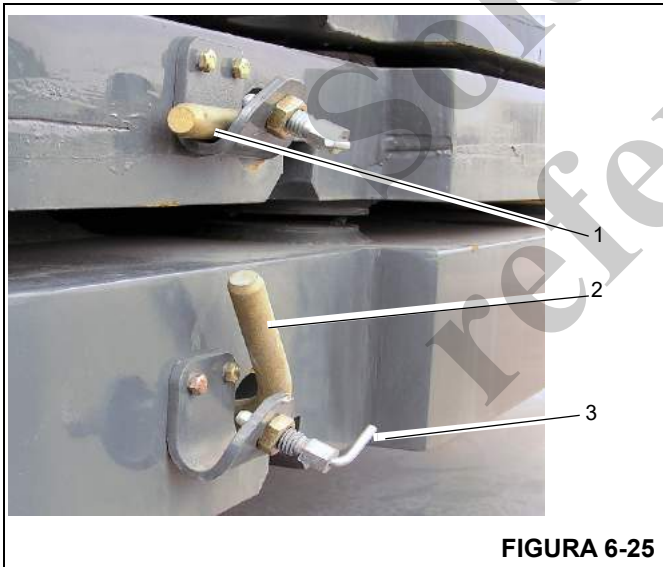

FIGURA 6-25
El contrapeso de 3000 lb y los dos de 5000 lb se pueden combinar y elevar como se muestra en la (Figura 6-21). Asegúrese de que todos los pasadores de bloqueo estén en la posición de bloqueo, como se muestra en la (Figura 6-25). Coloque las bandas de eslinga en el contrapeso superior.
Cuando eleva los contrapesos de 3000 lb y 5000 lb, asegúrese de que **TODOS** los pasadores de bloqueo estén completamente instalados en la posición de bloqueo (Figura 6-25) antes de elevar las secciones de contrapeso para subirlas y bajarlas de la grúa.
Cuando eleva los contrapesos de 3000 lb y 5000 lb, asegúrese de que TODOS los pasadores de bloqueo estén completamente instalados en la posición de bloqueo (Figura 6-25) antes de elevar las secciones de contrapeso para subirlas y bajarlas de la grúa. NO deje los pasadores de bloqueo en la posición de desbloqueo mientras eleva las secciones de contrapeso para subirlas y bajarlas de la grúa. Esto asegura que las secciones de contrapeso estén correctamente bloqueadas juntas cuando se elevan las secciones de 3000 lb y 5000 lb al mismo tiempo. También asegura que los pasadores de bloqueo no entren en contacto y se enreden con el apoyo de la pluma u otros objetos del área de trabajo.
Los pasadores de bloqueo (Figura 6-25) se muestran tanto en la posición bloqueada (1) y en la posición desbloqueada (2). Para poner el pasador en la posición desbloqueada, desenganche el pasador retenedor accionado por resorte (3), (Figura 6-25). Gire y quite el pasador de bloqueo del sujetador.
5. Las placas de contrapeso de 3000 lb y las dos de 5000 lb se pueden fijar a la plataforma de giro. Para hacer esto, arme la placa de contrapeso de 3000 lb, las dos placas de contrapeso de 5000 lb, las dos placas de contrapeso de 10 000 lb y la bandeja de contrapeso de 3000 lb sobre la plataforma de contrapeso de acuerdo con la (Figura 6-19). Mueva la plataforma de giro a su posición y eleve el conjunto de contrapeso con la unidad elevadora de contrapeso. Asegure la placa de contrapeso superior (3000 lb o 5000 lb) a la plataforma de giro con los dos pasadores de perno (1), (Figura 6-26). Coloque los pasadores de perno a través de las dos escuadras de montaje (2), (Figura 6-26), y gire los pasadores huecos (3), (Figura 6-26), dentro de la ranura de la escuadra de montaje. Asegúrese de que todos los pasadores de bloqueo (4), (Figura 6-26), estén en la posición de bloqueo, como se muestra en (Figura 6-25).